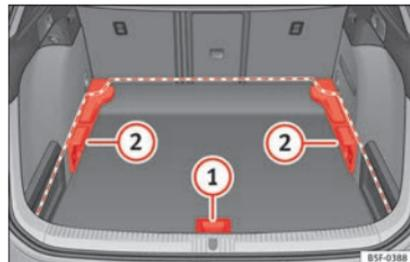
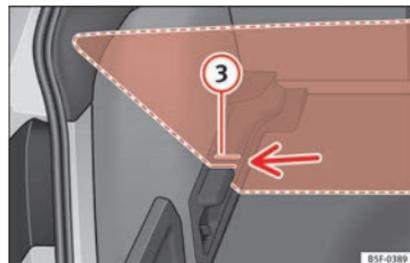

Abb. 185 Variabler Gepäckraumboden: Positionen.
Abb. 186 Variabler Gepäckraumboden: geneigte Kerben.
- Heben Sie den Boden am Griffstück » Abb. 185 (1) an und ziehen Sie ihn nach hinten, bis der vordere Teil vollständig über den Trägern (2) liegt.
- Bewegen Sie den Boden darauf nun nach vorn bis an die Rücksitzlehnen heran und senken Sie den Boden mit dem Haltegriff (1) ab.
» **Abb. 185** ① an und ziehen Sie ihn nach hinten, bis der vordere Teil des Bodens über den geneigten Kerben » **Abb. 186** ③ liegt.
- Bewegen Sie den Boden nun mithilfe des Griffstücks über diese Kerben ① bis an die Rücksitzlehnen heran, sodass der Boden schließlich auf den Kerben aufliegt.